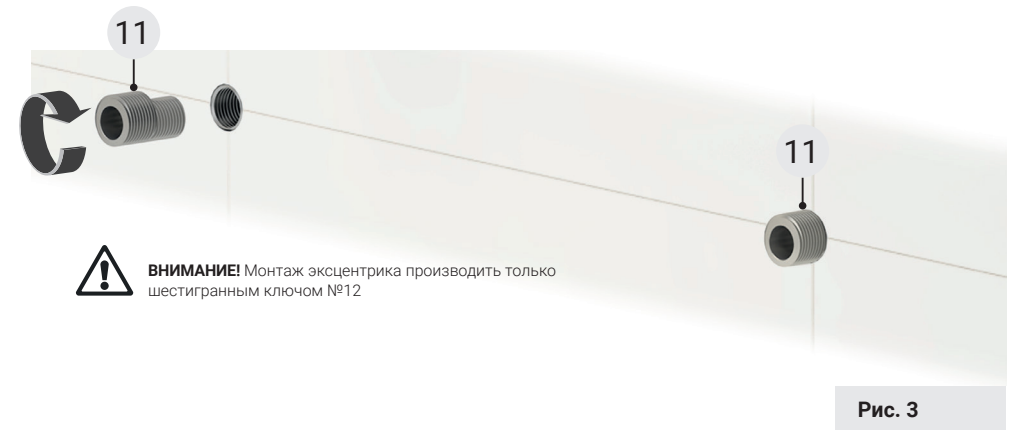

Рис. 3
2.1. Произведите монтаж эксцентриков при помощи шестигранного ключа №12 в водорозетки (рис. 3). Выставьте их на необходимом расстоянии с учётом того, что на них в дальнейшем будут установлены декоративные отражатели и накидные гайки проходных угловых корпусов. Со стороны резьбы эксцентрика G 1/2" используйте материалы для герметизации резьбовых соединений.